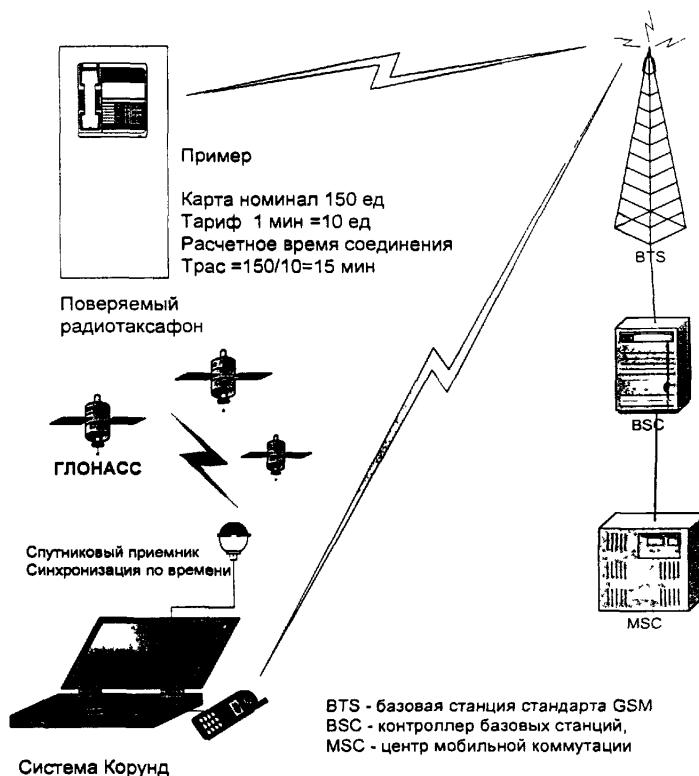

Рис.6
- собрать схему поверки (рисунок 6);